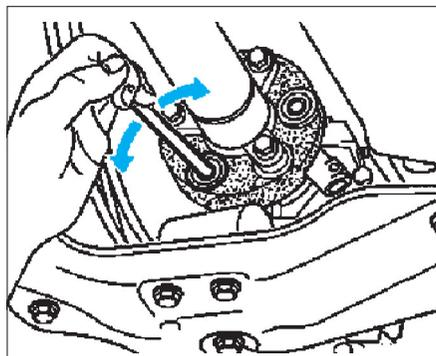

FIG. 5
- Desserrer les douilles d'ajustage des flectors (à l'aide d'un tube de Ø 10 ou 12 mm et 150 mm de long) sur les brides d'accouplement de la boîte et du pont (Fig.5).